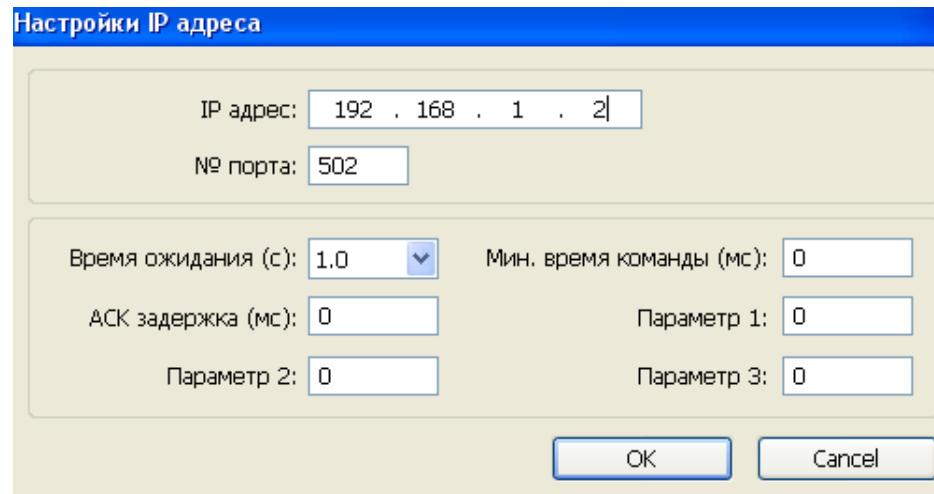

Рис. 10. Редактирование сетевых параметров для связи с контроллером СPM902
- **Параметры** – сетевые параметры устройства, к которому будет осуществляться подключение. Следует установить IP-адрес контроллера CPM902, с которым предстоит работать (рис. 10):